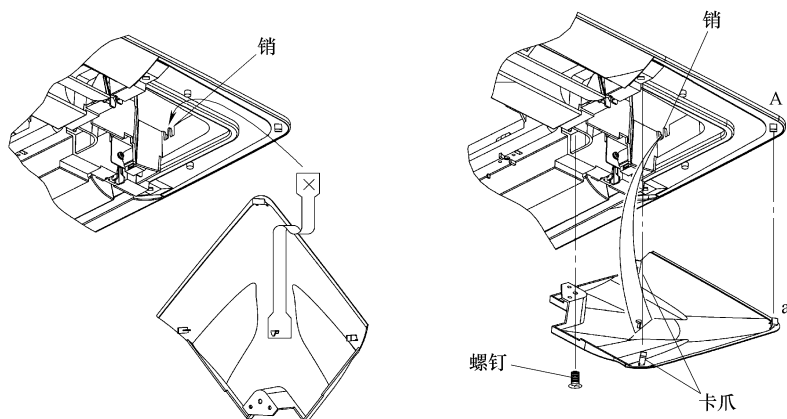

图 3-22 三菱四向嵌顶式室内机角面板安装示意图
- 1) 将角面板的带子挂到装饰面板的销上，如图 3-22 所示。